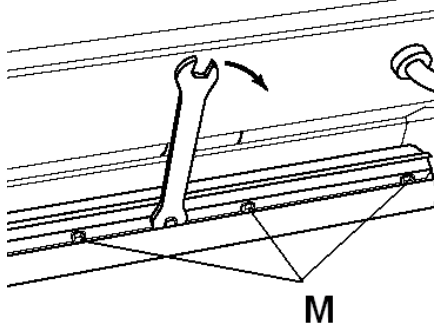

Рис. 6
- Стругайте заготовку по можливості вздовж волокон деревини (рис. 6).